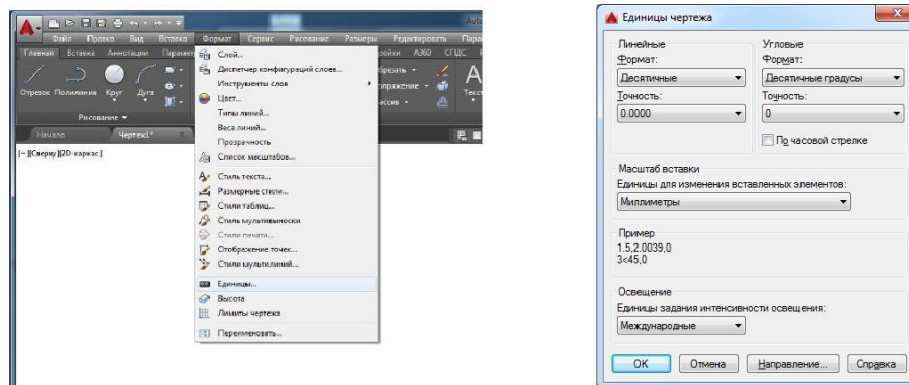

Рис. 1
2. Вызовите из меню пункт *Формат* □ *Единицы*.... Откроется диалоговое окно "Единицы чертежа" (рис. 1). Выберите единицы измерения – "Десятичные", "Точность" – 2 знака после запятой (обычно этого достаточно).